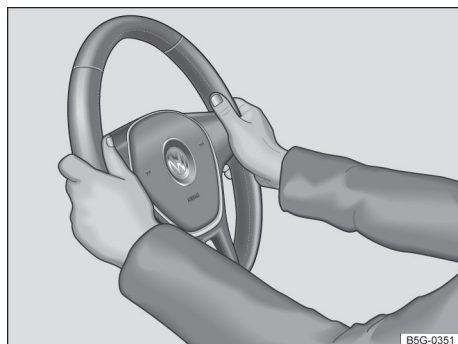

Fig. 64 No volante: posição 9 e 3 horas.
- Ajustar a posição do volante de forma que possa segurá-lo lateralmente pela borda externa na posição de 9h e 3h → Fig. 64 com ambas as mãos e os braços ligeiramente dobrados.
- Pressionar a alavanca ① sempre com firmeza para cima após o ajuste, para que o volante não mude sua posição durante a condução.
- Durante a condução, sempre segurar o volante com ambas as mãos lateralmente na barra externa *na posição de 9h e 3h* → Fig. 64, para reduzir ferimentos causados por um acionamento do airbag frontal do condutor.